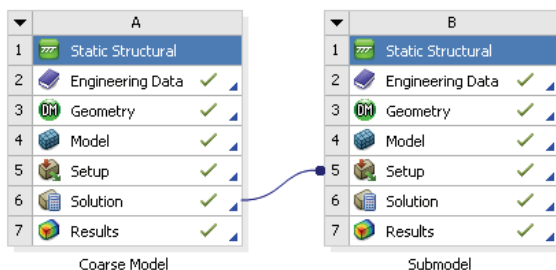

图 21-19 完成分析的项目工程图
1) 单击 Mechanical 界面右上角的“关闭”按钮，退出 Mechanical 返回到 Workbench 主界面。此时主界面中的项目管理区中显示的分析项目均已完成，如图 21-19 所示。